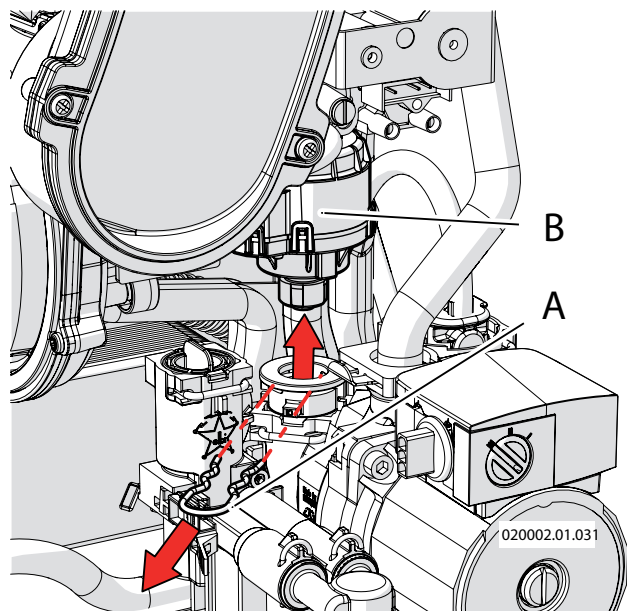

Figura 8.11 - smontaggio servomotore
Procedere come di seguito facendo riferimento alla figura 8.11:
- 3.- sfilare verso l'esterno la forcella di tenuta "A" di figura 8.11
- 4.- estrarre verso l'alto il servomotore "B" di figura 8.11